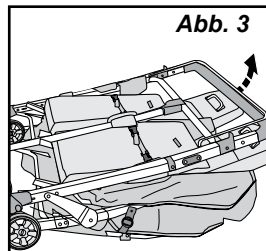

Abb. 3
4. Inserte la tuerca M6 (I) en la hendidura de 6 caras en la parte inferior del tubo del eje trasero y, usando un destornillador de estrella, asegure el tornillo (H) enroscándolo en la tuerca hasta que quede apretado (Fig. 3).
3. Arretieren Sie die Armstange am Kinderwagenrahmen, indem Sie die Armstange drücken Klemmen Sie (1) um das vordere Beinrohr (4) . Schließen Sie den Sperrhebel indem Sie den Sperrhebel auf die Armstange drücken, bis er einrastet geschlossen und der Bolzen (2) ist vollständig durch das Loch im Hebel. (Abb. 3).
Sichere Baldachin Seiten rund um Kinderwagen Griff durch Sicherung Klettverschlüsse auf jeder Seite (Abb. 3).
5. Lösen Sie die hintere Verdeckstange (kurze Stange), indem Sie die Lasche der Halterung nach innen drücken (1) und die hintere Verdeckstange nach oben schieben (2) (Abb. 3).
7. Lösen Sie die Hauptstange des Verdecks (lange Stange), indem Sie die Lasche der Halterung nach innen drücken (1) und die Hauptstange des Verdecks nach oben schieben (2) (Abb. 3).